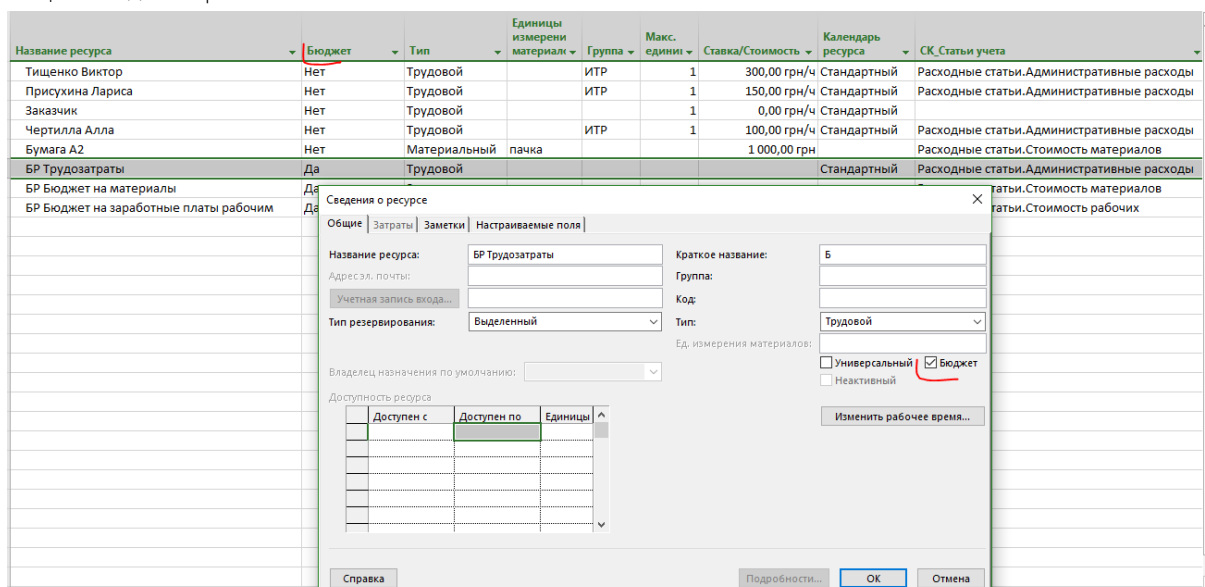

Рисунок 7.26 – Бюджетные ресурсы в учебном проекте
- 2) или вывести колонку «Бюджет» и в выпадающем меню выбрать «Да» (см. Рисунок 7.26).